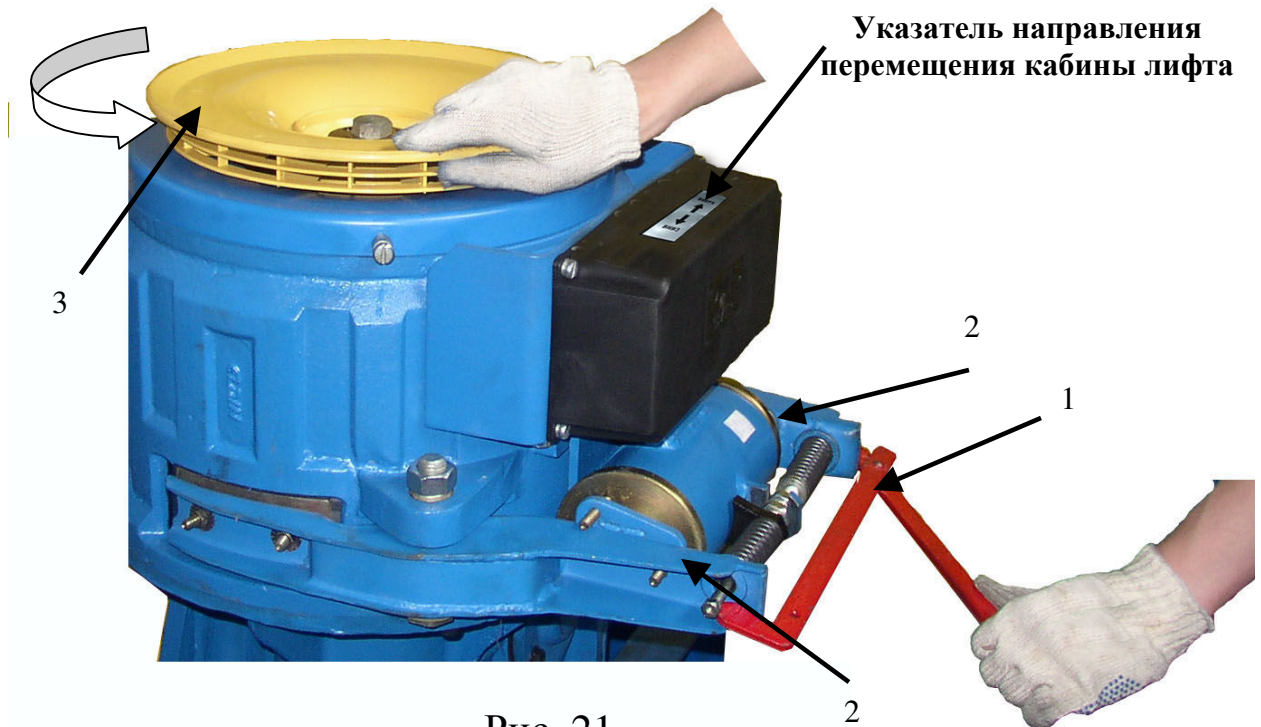

Рис. 21
5.1. Для лебедок со съемным защитным кожухом (рис. 21) :